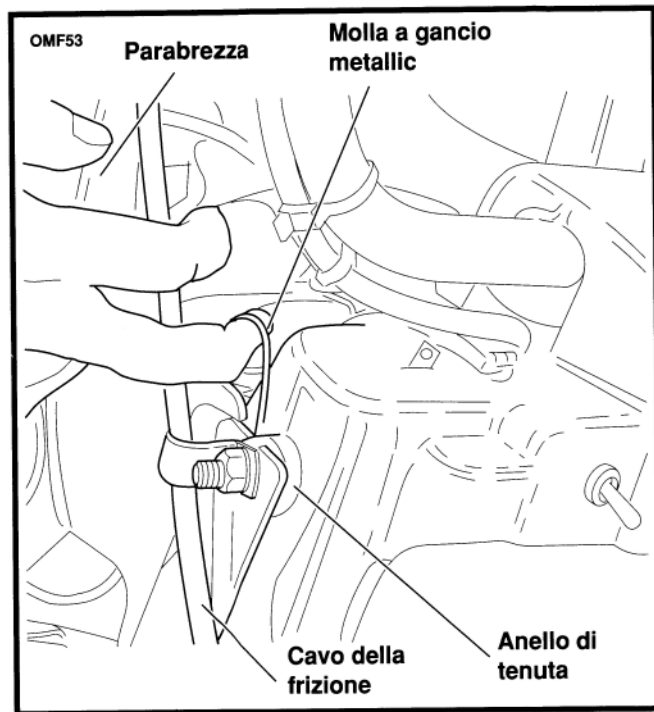

Figura 29. Parabrezza del modello Road King
1. Vedere la figura 29. Inserire le dita dentro le molle del gancio con filo su ciascun lato del parabrezza e spostare la CIMA del gruppo parabrezza in avanti, fin quando le tacche della staffa superiore si sganciano dai gommini.
1. Vedere la figura 29. Inserire le dita dentro le molle del gancio con filo su ciascun lato del parabrezza e far scorrere le tacche INFERIORI della staffa del parabrezza dentro i gommini.